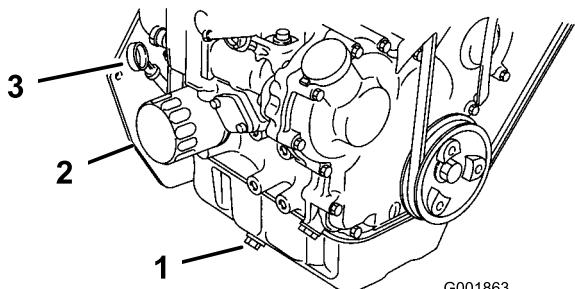

Figure 46
- Placez un bac de vidange sous l'orifice de vidange. Retirez le bouchon de vidange et laissez s'écouler toute l'huile (Figure 46).